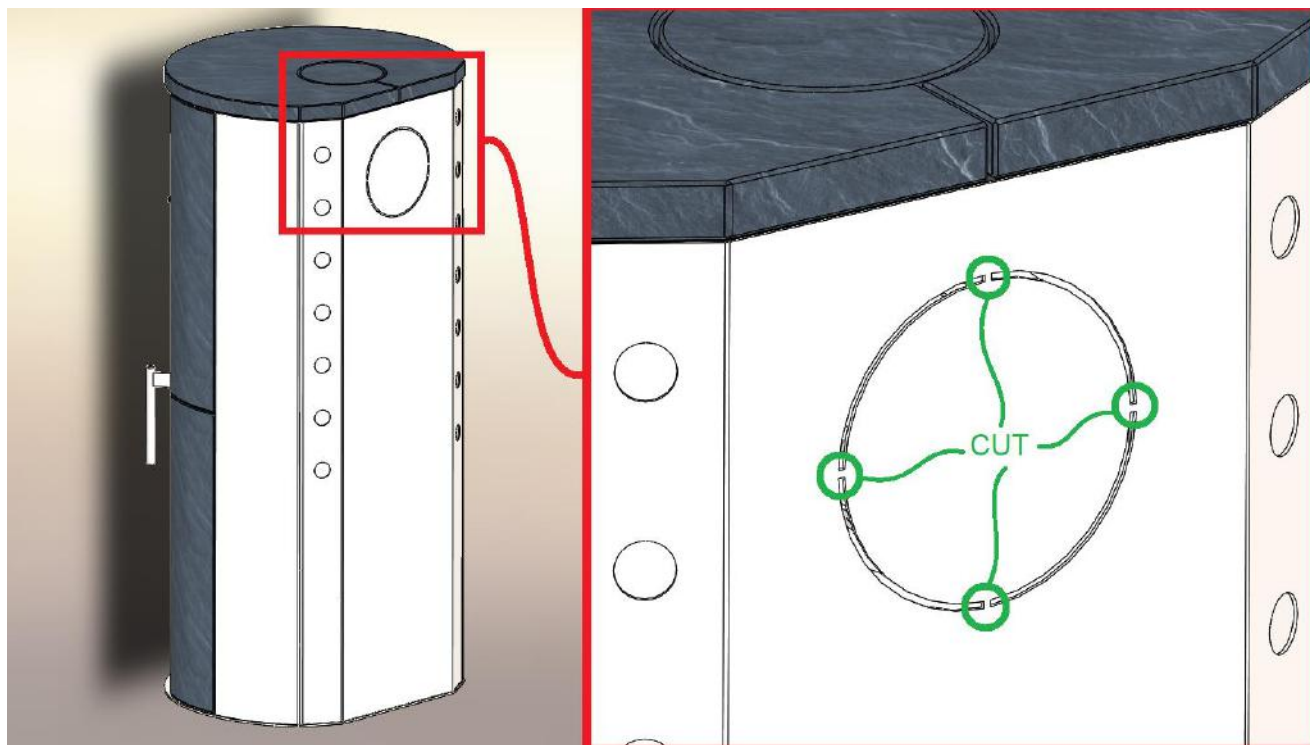

Abbildung 1 Schneiden von Mikroschweißverbindungen auf der Rückseite des Kamins
2. Abbildung 1 Schneiden von Mikroschweißverbindungen auf der Rückseite des Kamins	Seite 4
Bei Montage des Kaminofens ist es erforderlich sich an die lokalen Vorschriften für solche Geräte zu halten. Wir empfehlen eine Beratung mit dem zuständigen Schornsteinfeger. Die Kaminöfen werden auf Transportpaletten angeliefert, vorbereitet für den Kaminanschluss nach oben. Vor dem Anschluss des Kamins an den Schornstein muss die Abdeckung des Rauchrohranschlusses vom Kamin entfernt werden. (Abbildung 1,2 und 3).